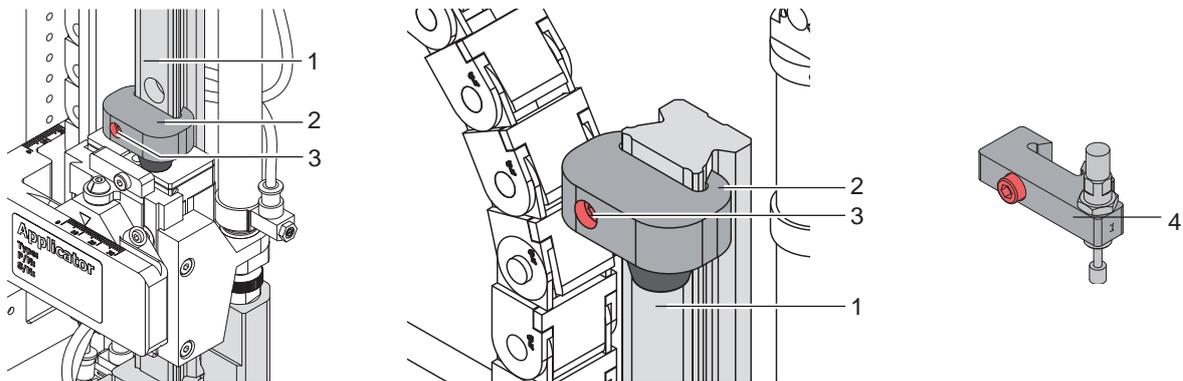

Figure 11 Butée de soufflage comme sécurité de transport
L'applicateur est livré avec la butée (2) fixée sur la tige de guidage (1) dans sa position de sécurité (figure 11 - image de gauche) afin d'éviter le déplacement du système de pose pendant le transport. La position de pose en mode "Soufflage" sera réglée avec cette butée (2). Cette butée sera déplacée le plus haut que possible lors de l'étiquetage en mode "Tamponnage" (figure 11 - image du milieu).